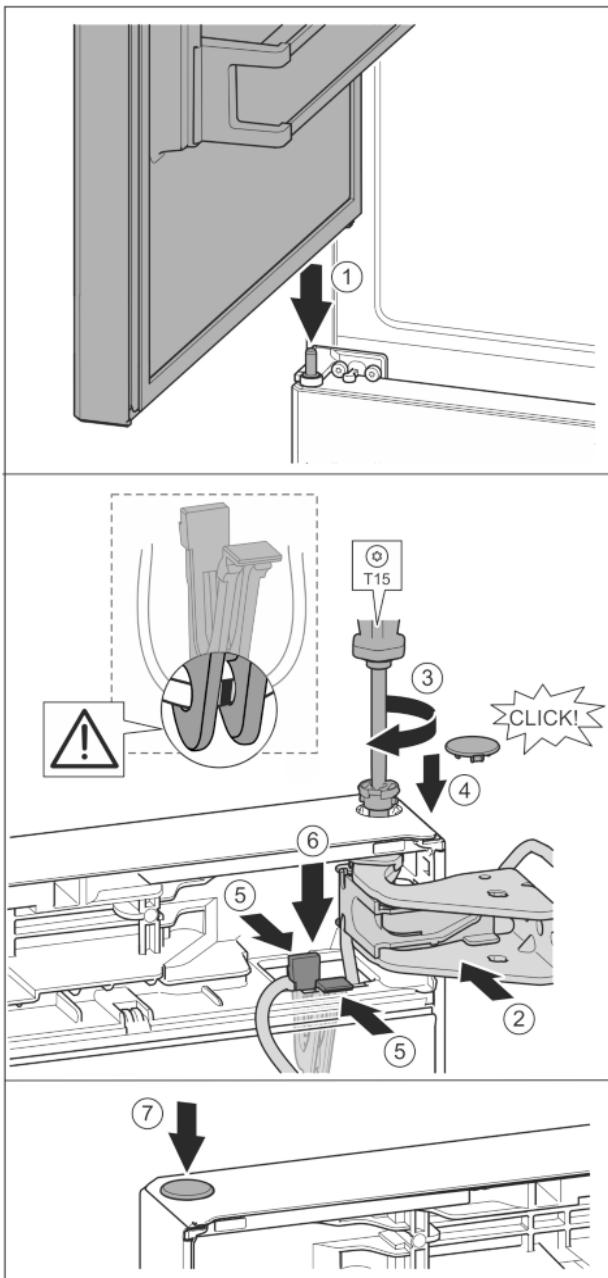

Fig. 39
- Установка верхней двери на средний опорный палец *Fig. 39 (1)*
- Дверь вверху выровнять по отверстию в опорном кронштейне. *Fig. 39 (2)*
- Вставить палец и затянуть отверткой T15. *Fig. 39 (3)*
- Установить предохранительную крышку для защиты двери: вставить предохранительную крышку и проверить, прилегает ли она к двери. В ином случае вставить палец полностью. *Fig. 39 (4)*
- Вставить держатель кабеля с закрепленным на нем кабелем в отверстие. *Fig. 39 (5)*
- Прижать держатель вниз так, чтобы соединительная накладка защелкнулась. *Fig. 39 (6)*
- Вставить заглушку. *Fig. 39 (7)*